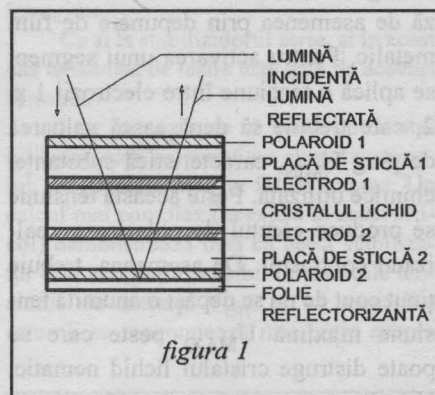
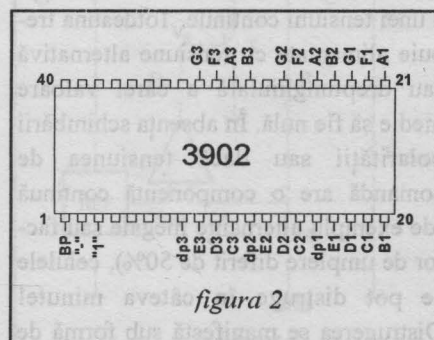

figura 1
figura 2
În figura 1 se prezintă o vedere de secțiune printr-un LCD.
Electrodul 1 din figura 1 reprezintă segmentele, iar electrodul 2 este substratul (back-plane). În figura 2 se prezintă o configurație de depunere a segmentelor de afișare cât și conexiunile la capsulă, pentru un LCD de tipul "3902" produs de firma Hamlin, compatibil cu modelul LTD221R12 utilizat în KIT-ul RK0054.
ordinul a 5 ... 20  $\mu\text{m}$ . Se realizează în principal două tipuri de LCD: prin transparență și prin reflexie. Celulele "prin transparență" sunt dispuse între o sursă de lumină și observator, neavând deci folia reflectorizantă din figura 1, ci o folie dispersoare de lumină. Avantajul lor este că informația afișată este vizibilă indiferent de lumina din mediul ambiant, ca dezavantaj major fiind utilizarea unei surse sulpimentare de lumină. Celulele "prin reflexie" necesită lumină din mediul ambiant, lucrând prin reflexia radiației incidente. În funcție de unghiul de incidență, contrastul la citirea informației poate varia.
Electrodul 2 (back-plane) acoperă toată suprafața inferioară a dispozitivului. Electrozii-segment (1) sunt depuși printr-o mască, obținând configurația din figura 2, iar conexiunile se realizează de asemenea prin depunere de film metalic. Pentru activarea unui segment se aplică o tensiune între electrozii 1 și 2, care trebuie să depășească valoarea de prag  $U_{\text{MIN}}$ , caracteristică substanței chimice utilizată. Peste această tensiune se produce efectul de polarizare, realizând contrastul. De asemenea, trebuie ținut cont de nu se depăși o anumită tensiune maximă  $U_{\text{MAX}}$ , peste care se poate distruge cristalul lichid nematic. Valorile acestor tensiuni se înscriu în următoarele intervale: